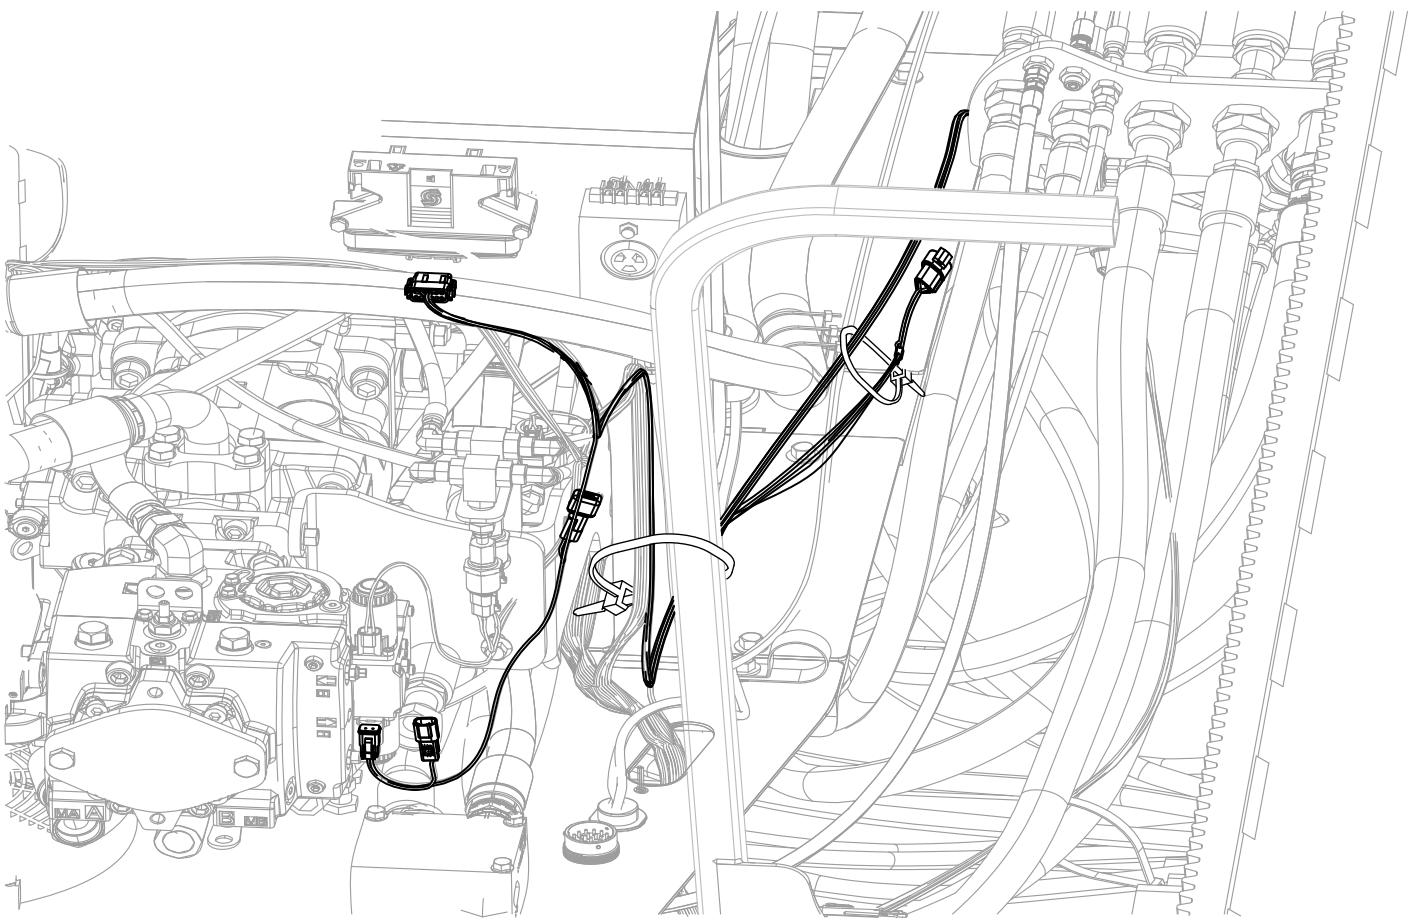
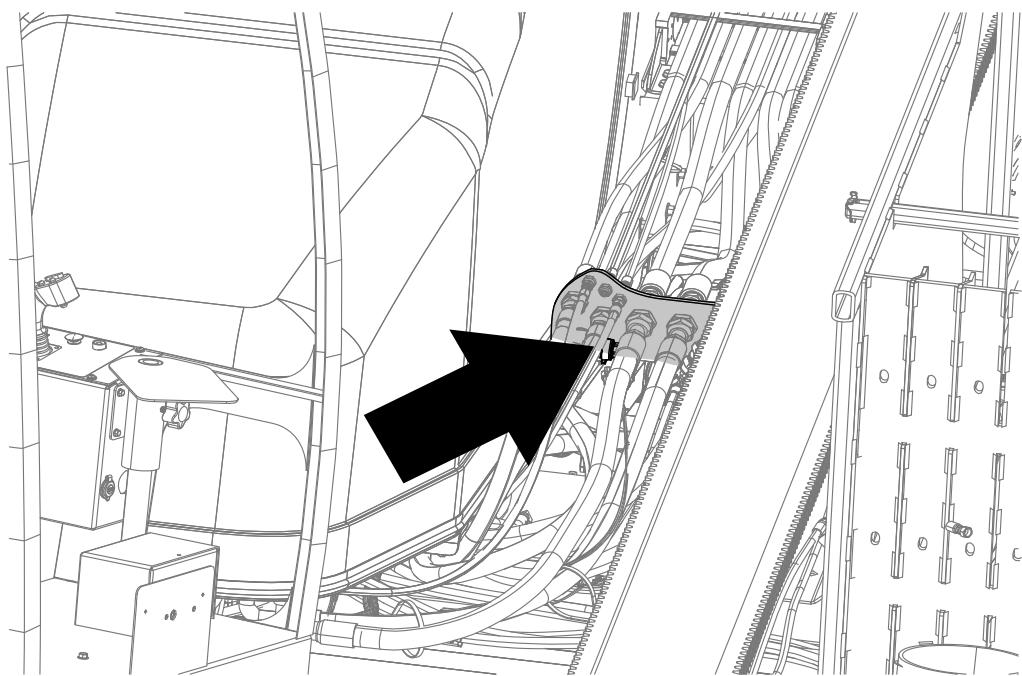

Рисунок 6
Рисунок 7
Проложите жгут проводов вдоль рамы вместе с имеющимся жгутом проводов (Рисунок 6 и Рисунок 7).
- Найдите датчик под перегородкой, непосредственно над блоком передачи сигнала топливного бака (Рисунок 7).